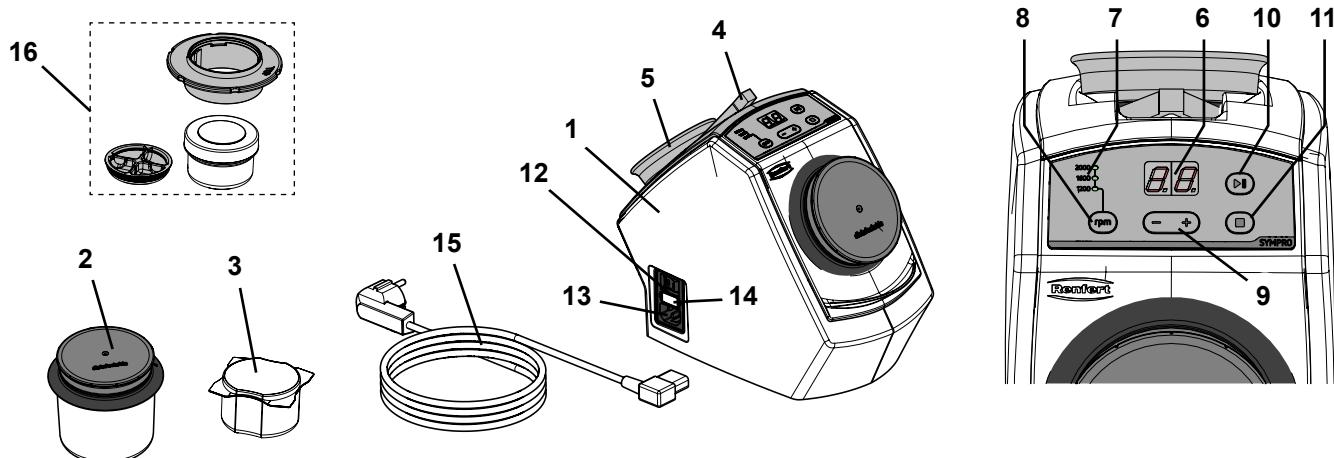

Fig. 1
- ⇒ Placér den vedlagte pincet og holdemagneten i holderne på apparatets bagside (Fig. 1).
- ⇒ Vælg netkablet (15, Fig. 1) netstikket, der passer i dit land.
- ⇒ Sæt netkablet i nettildslutningen (13, Fig. 1).
- ⇒ Tænd apparatet på hovedafbryderen (12, Fig. 1).
- ⇒ Fyld rengøringsbægeret (2, Fig. 1) med 75 g rengøringsnåle (svarer til en pakningseenhed).
- ⇒ Fyld SYMPRO mini-bægeret (16, Fig. 1) med ~5 g rengøringsnåle.